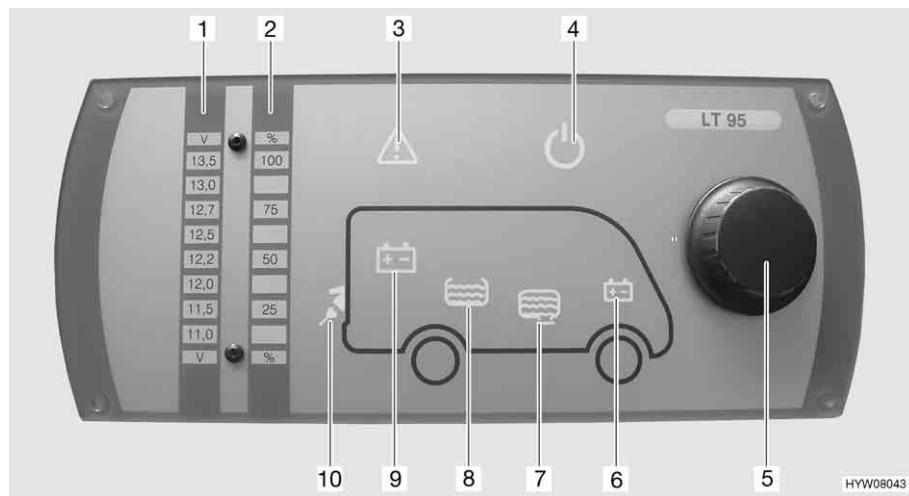

Fig. 110 Pannello di controllo (LT 95)
Il pulsante a rotazione (Fig. 110,5) inserisce o disinserisce il pannello di controllo e l'alimentazione a 12 V dell'abitacolo.
- Premere il pulsante a rotazione (Fig. 110,5): L'alimentazione a 12 V dell'abitacolo è inserita. La spia di controllo a 12 V (Fig. 110,4) diventa verde.
- Premere il pulsante a rotazione (Fig. 110,5): L'alimentazione a 12 V dell'abitacolo è disinserita. La spia di controllo a 12 V (Fig. 110,4) si spegne.
Mediante il pulsante a rotazione (Fig. 110,5) si possono interrogare sia la tensione della batteria dell'abitacolo che la tensione della batteria di avviamento. La tensione viene visualizzata sulla scala indicatore per la tensione della batteria (Fig. 110,1).
- Ruotare il pulsante a rotazione (Fig. 110,5), finché si accende il simbolo della batteria della quale deve essere interrogata la tensione.
Viene indicata la tensione della batteria dell'abitacolo (Fig. 110,9)
Viene indicata la tensione della batteria di avviamento (Fig. 110,6)
- Leggere la tensione sulla scala indicatore della tensione della batteria (Fig. 110,1).
Mediante il pulsante a rotazione (Fig. 110,5) si possono interrogare sia il livello del serbatoio dell'acqua che il livello del serbatoio delle acque grigie. Il livello viene visualizzato sulla scala indicatore livello dei serbatoi (Fig. 110,2).
Indicazione: ■ Ruotare il pulsante a rotazione (Fig. 110,5), finché si accende il simbolo del serbatoio del quale deve essere interrogato il livello.
Viene indicato il livello del serbatoio dell'acqua (Fig. 110,8)
Viene indicato il livello del serbatoio delle acque grigie (Fig. 110,7)
■ Leggere il livello sulla scala indicatore del livello serbatoio (Fig. 110,2).
La spia luminosa Alarm (Fig. 110,3) lampeggia non appena i valori limite fissati vengono superati per eccesso o per difetto.
La spia luminosa Alarm (Fig. 110,3) lampeggia non appena la tensione della batteria scende al di sotto di 11 V. Se l'alimentazione a 12 V è accesa, si accende anche il relativo simbolo della batteria (Fig. 110,6 o 9), e l'indicatore "11,0" sulla scala indicatore della tensione della batteria (Fig. 110,1) lampeggi. Rischio di uno scaricamento totale della batteria.
La spia luminosa Alarm (Fig. 110,3) lampeggia ed il relativo simbolo del serbatoio (Fig. 110,7 o 8) si accende non appena il serbatoio dell'acqua è vuoto o il serbatoio delle acque grigie è pieno.
La spia di controllo a 230 V (Fig. 110,10) si accende quando all'ingresso della centralina elettrica è presente una tensione di rete.